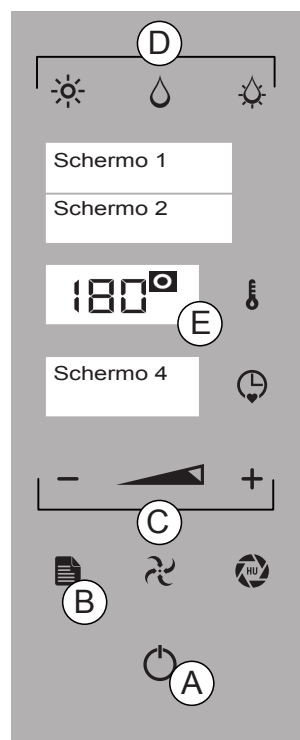

Fig.1
QUEMADOR GAS Encendido / °C intermitente - QUEMADOR GAS Apagado / °C fijo (Fig 1/E - Pantalla 3)
Pulse la tecla "ENTRAR" (Fig 1/A) para iniciar la cocción manual (ver 6.1) o bien pulse la tecla "MENÚ" (Fig 1/B) para activar el menú principal (Fig 1/B). Con las teclas "MENOS" y "MÁS" seleccione la función deseada (Fig 1/C). Pulse la tecla "ENTRAR" para confirmar.
1. En la modalidad menú principal pulse las teclas "MENOS" o "MÁS" (Fig 1/C) hasta la función "OFF" (Pantalla 1). Pulse la tecla "ENTRAR" (Fig 1/A) para confirmar.
2. En la modalidad funciones, pulse la tecla "ENTRAR" para interrumpir la operación, pulse la tecla "MENÚ" (Fig 1/B) y pulse la tecla "MENOS" (Fig 1/C) para visualizar la función "OFF" (Pantalla 1). Pulse la tecla "ENTRAR" (Fig 1/A - vd 3.3 Descripción de los modos de funcionamiento).
Para configurar la fecha y la hora pulse durante 3 segundos las teclas “TIEMPO” y “TEMPERATURA” (Fig 1/D+E).
Con las teclas “MENOS” e “MÁS” (Fig 1/B) seleccione el año corriente y pulse la tecla “ENTRAR” (Fig 1/A) para confirmar.